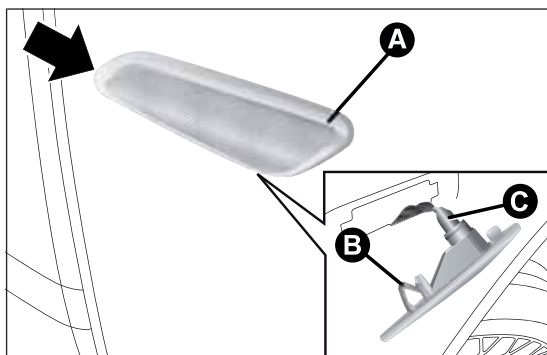

fig. 130
- agir sur le transparent A fig. 130 afin de comprimer l'agrafe B, puis enlever le groupe vers l'extérieur ;